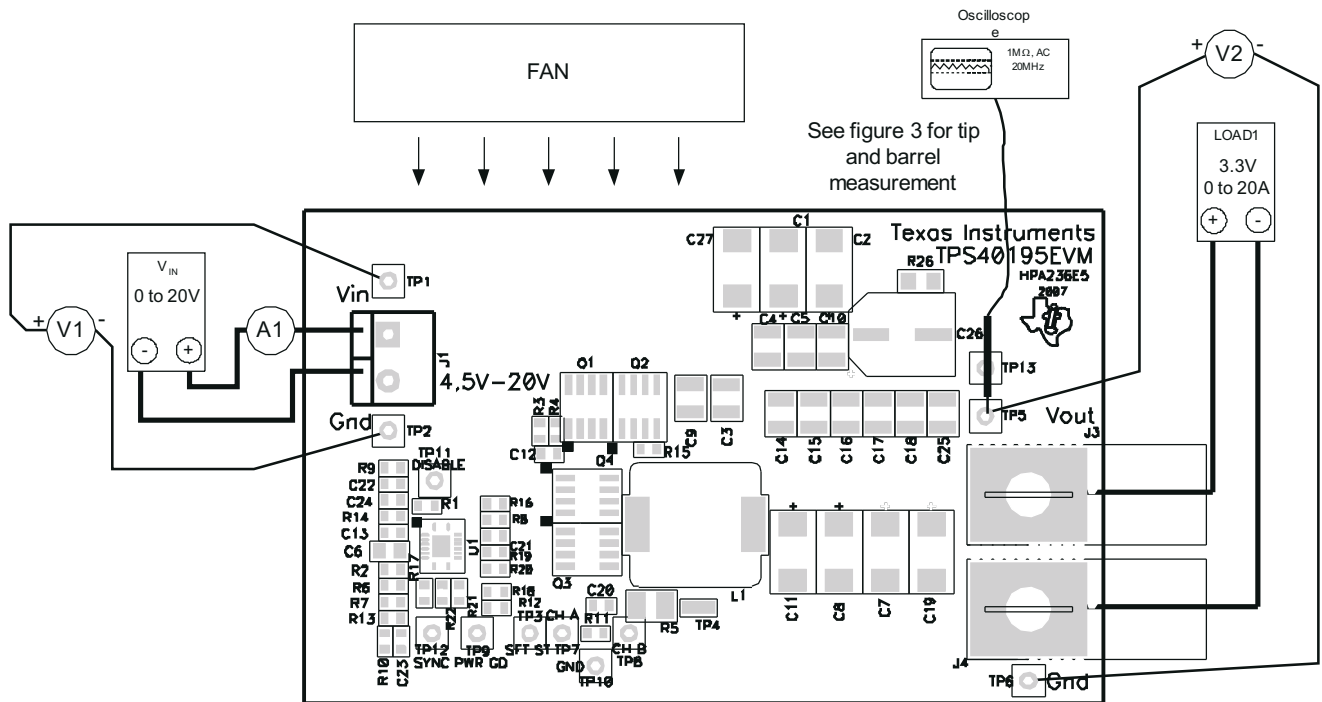

图 5-1. 建议用于 TPS40195EVM 的测试设置
7. 如图 5-1 所示放置风扇并将其打开，确保空气流经 EVM。